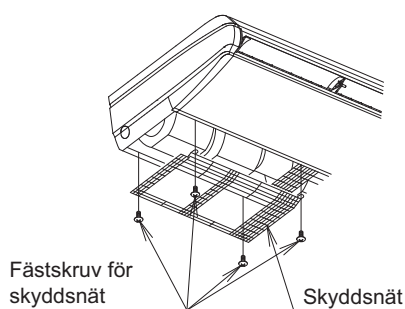
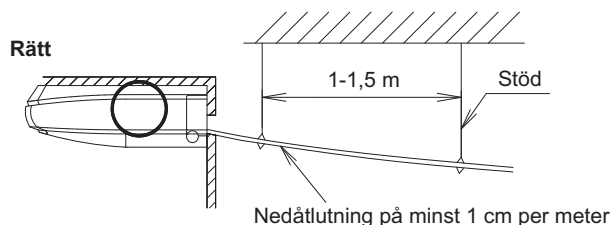
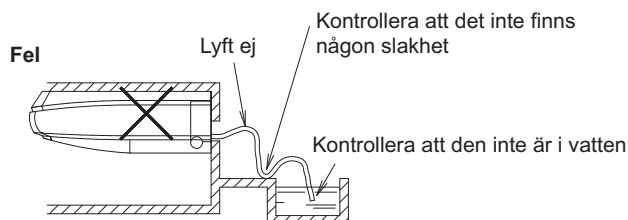

Bild 22
Bild 23
Bild 24
- När du drar rör på vänster baksida/vänstersidan ska du ta bort skyddsnätet. Ta sedan bort dräneringsfästets lock och isoleringsmaterialet på vänster sidas dräneringsfäste, och sätt dem på högersidans dräneringsfäste. När du gör detta ska dräneringsfästets lock sättas in helt för att förhindra vattenläckage. Efter installation av dräneringsslangen (1) (tillbehör) monterar du skyddsnätet genom att följa stegen för borttagning av nätet i omvänd ordning. (Se **bild 22**)
- Välj ett rör med en diameter som är minst lika stor som dräneringsslangen (1) (tillbehör) (PVC-rör, nominell diameter 20 mm, utvändig diameter 26 mm).
- Installera dräneringsröret så kort som möjligt, med en lutning nedåt med minst 1/100 för att förhindra att luftfickor bildas. (Se **bild 23** och **bild 24**) (Det kan ge upphov till onormala ljud, t.ex. bubblande.)
- Installera stöd på intervall om 1 till 1,5 m så att rördragningen inte kan slacka. (Se bild 23)